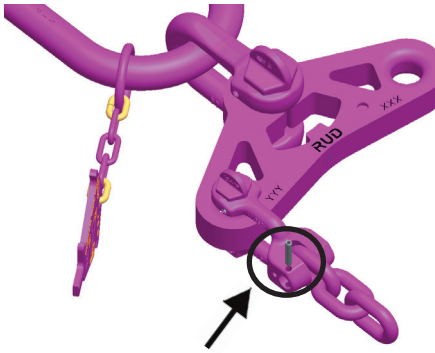

Abb. 6: Spannhülse einschlagen
4. Sichern Sie den VIP-G-Bolzen durch Einschlagen der Spannhülse (Abb. 6 und 7).